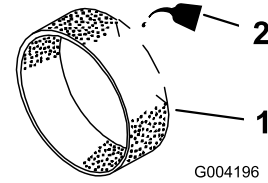

Figure 15
3. Imbibez le préfiltre de 30 à 60 ml d'huile (Figure 15).